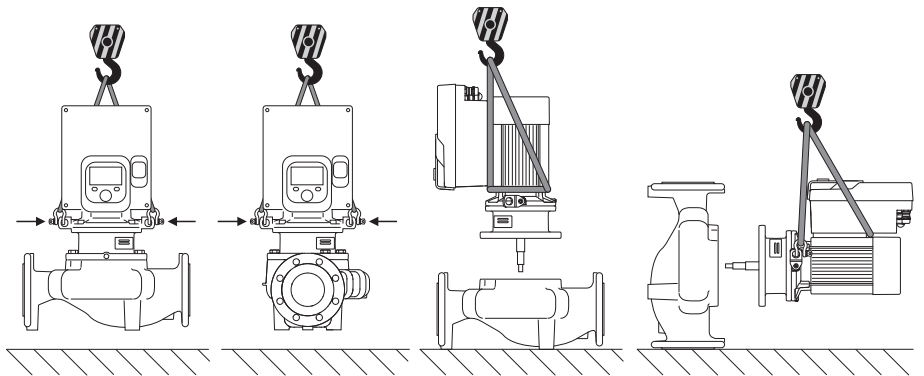

Fig. 6: 单头泵抬升方向
必须使用允许的吊具（如滑轮组、吊车等）运输水泵。吊具必须固定在电机法兰的运输吊环上。如有必要，将提升套圈推到安装板下（Fig. 6/7）。固定水泵，防止倾翻。
2. 保险起见，用适当的提升设备 (Fig. 4) 将电机叶轮组固定在运输吊环上。为防止该装置单元倾倒，如Fig. 6所示，在电机和电气模块适配器周围放置一个皮带环。在固定时避免损坏电气模块。